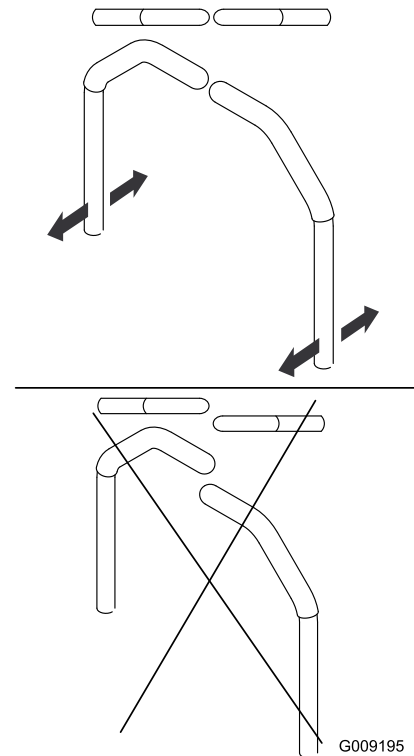

Figura 51
- Alinee las palancas en el sentido adelante/atrás acercándolas a la posición de PUNTO MUERTO, y moviéndolas hasta que estén alineadas; luego apriete los pernos (Figura 51).